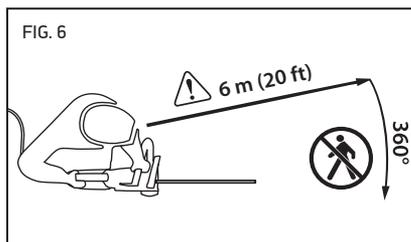

FIG. 6
⚠ PRECAUCIÓN: Establezca una zona de seguridad para transeúntes de 6 metros (20 ft) antes de usar este equipo. La zona de seguridad para transeúntes es un círculo de 6 m (20 pies) alrededor del operador en el cual no debe haber transeúntes, niños ni mascotas (Fig. 6). Las operaciones de tala requieren una zona de seguridad más grande de acuerdo al tamaño del árbol, vea la sección “Tala de un árbol”.
- Asegúrese de que los transeúntes o ayudantes estén a una distancia segura de las ramas que caen. Los transeúntes o ayudantes no deben estar directamente en frente ni detrás del operador. Vea la Fig. 6.